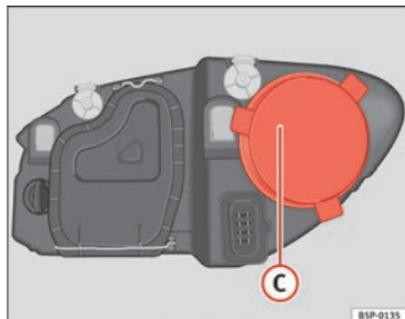

Fig. 192 Luz de carretera
- Retire la tapa ⇒ fig. 192 C tirando de la misma.